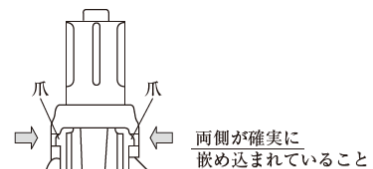

図 1
3. 排液ボトルと接続キャップがしっかりと接続されていることを確認する。(図 1)